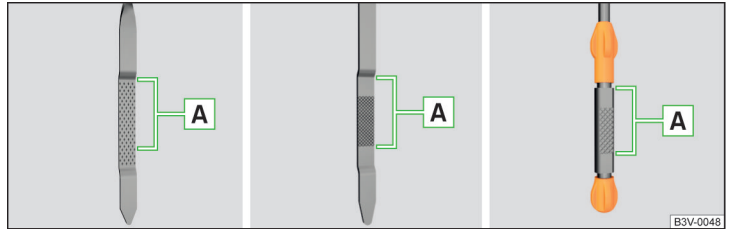

Abb. 197 Ölmesstabvarianten
Der Ölstand muss im Bereich **A** liegen » Abb. 197. Liegt der Ölstand unterhalb des Bereichs **A**, das Öl nachfüllen.
- Der Ölstand darf keinesfalls außerhalb des Bereichs **A** liegen » Abb. 197 - es besteht die Gefahr der Beschädigung des Motors sowie der Abgasanlage.